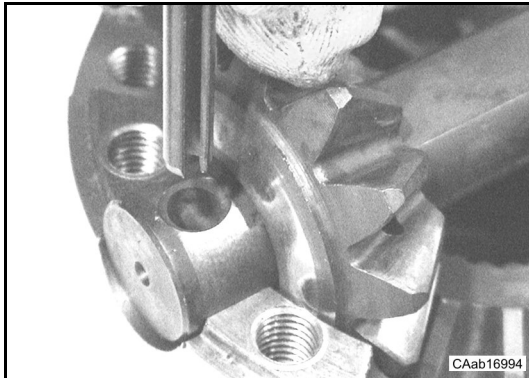

Fig. 11
- Al montaggio delle spine elastiche ad intaglio assicurarsi che l'intaglio delle stesse sia orientato nel senso dello sforzo sollecitante la spina (Fig. 11).
- *Before assembling elastic pins, make sure that the notch is oriented towards the stressing force (Fig. 11).*